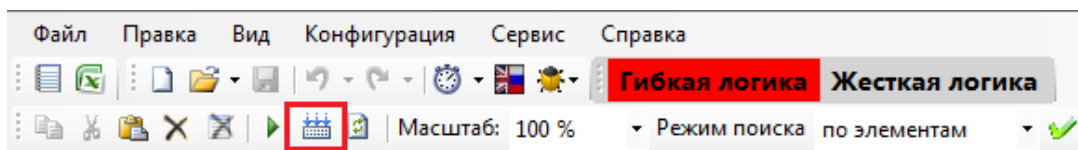

Рисунок 4.22
4.5.1 После редактирования гибкой логики необходимо проверить правильность логики, используя функцию компиляции логики. Компиляция логики проверяет наличие неиспользованных выводов логических элементов и объем памяти, занимаемый логикой. Компиляция логики запускается нажатием кнопки **Компилировать** на панели инструментов (см. рисунок 4.22).